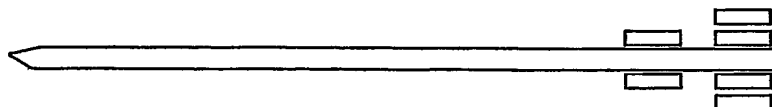

Fig 7
- 4)- Catapulte selon la revendication n°1, caractérisée en ce que les poulies sont montées en série parallèle pour trois sandows (Fig 7).